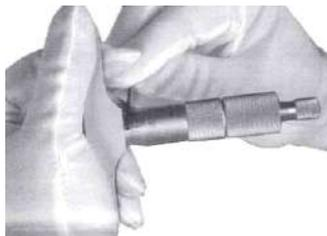

Рис. 2
5. При установке нуля, если есть отклонение, произведите регулировку следующим способом: Затяните стопорный винт, используйте гаечный ключ со стороны большей половины дуги, чтобы отрегулировать стебель (рис. 2) до установки нуля.